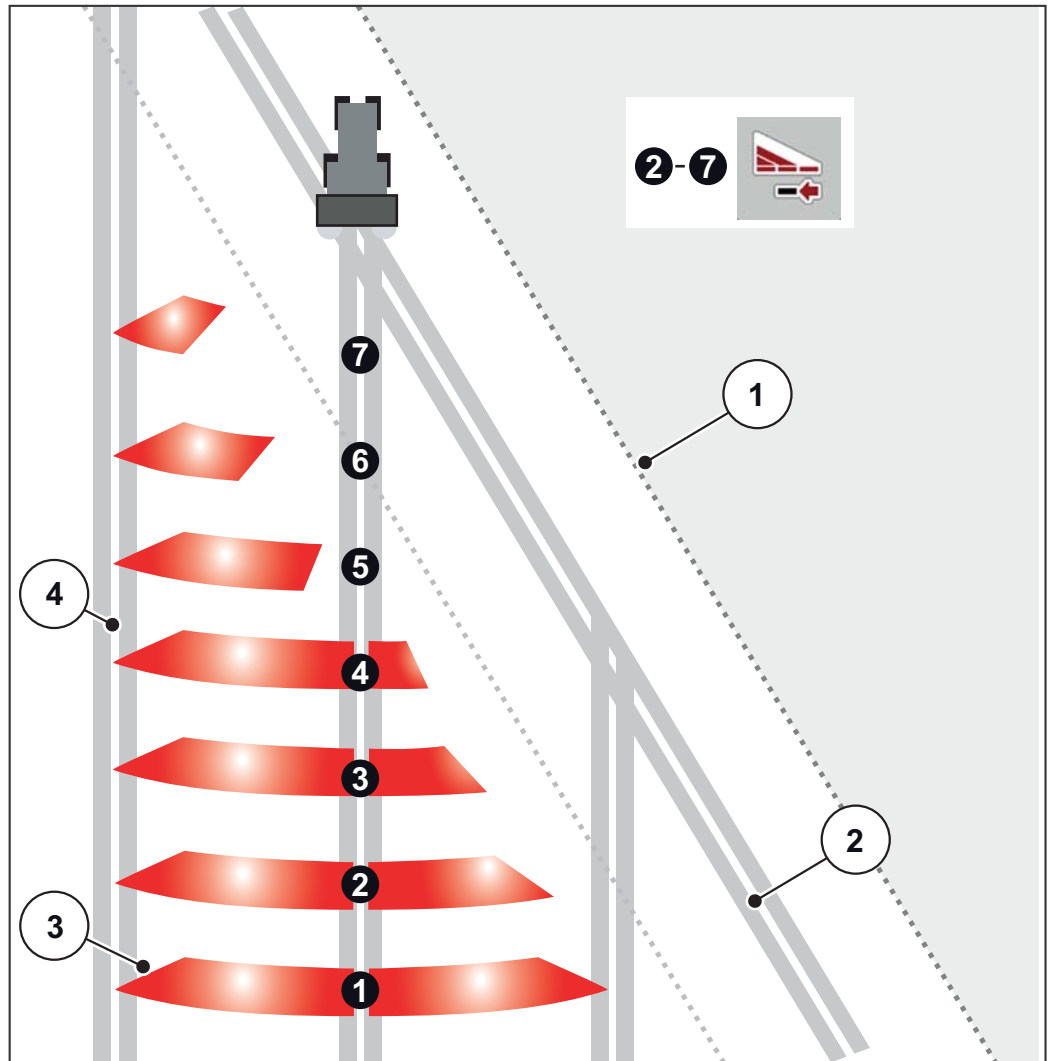

Bild 5.4: Automatische Teilbreitenschaltung
- Die Teilbreitenschaltung ist von Außen nach Innen oder von Innen nach Außen möglich. Siehe Bild 5.4.